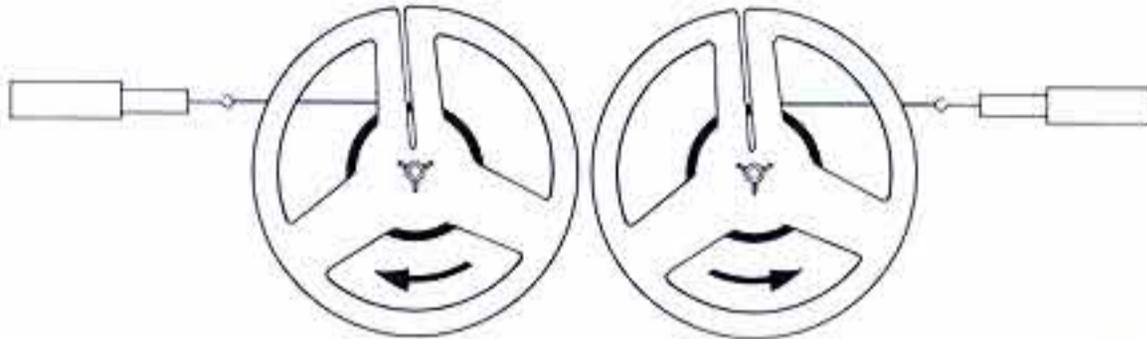

Abb. 4
1.21 Prüfung der Kupplungen (siehe Abb. 4)